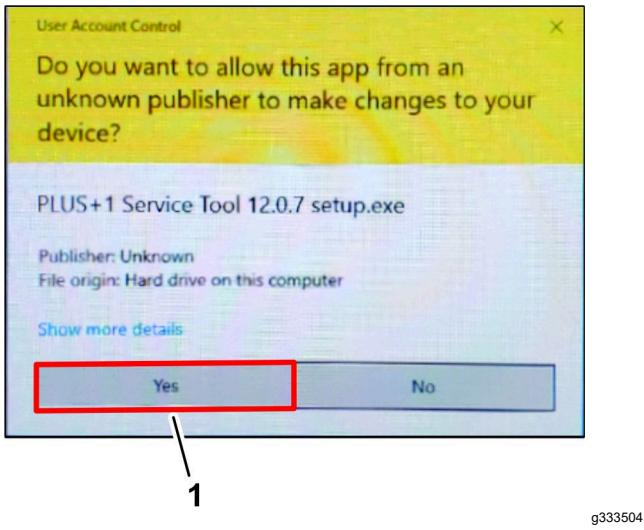

Figura 7
- Se a caixa de diálogo Controlo da Conta de Utilizador aparecer, clique em SIM (Figura 7).